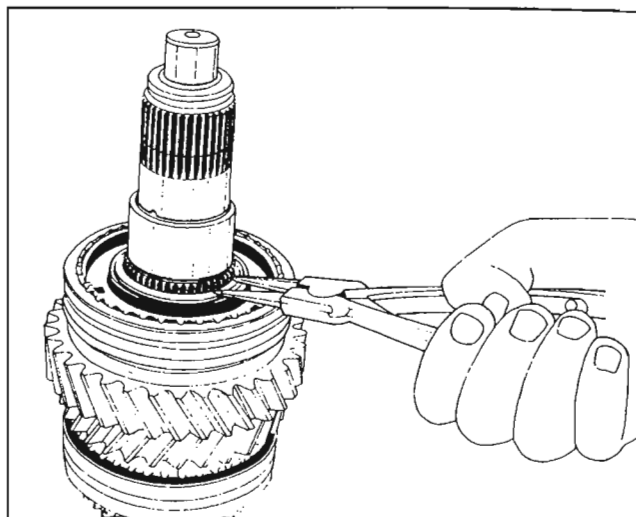

Fig. 62
Elija un anillo elástico apropiado (31) y colóquelo en la ranura del eje primario. Los anillos elásticos son disponibles con espesores de 1,7 a 2 mm en pasos de 0,05mm. Fig. 62